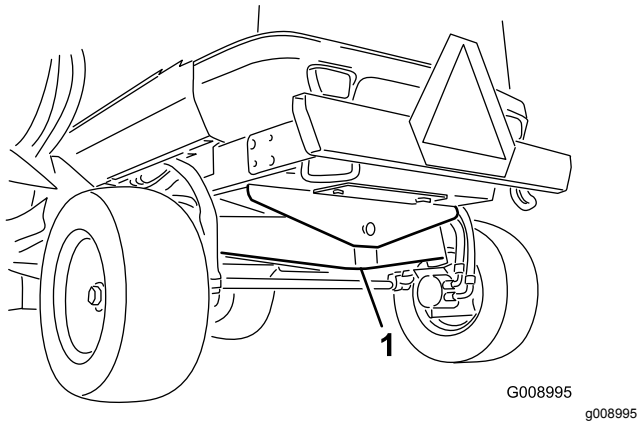

Figure 65
1. Point de levage avant (2)
**Arrière de la machine** – au centre du pont (Figure 65).